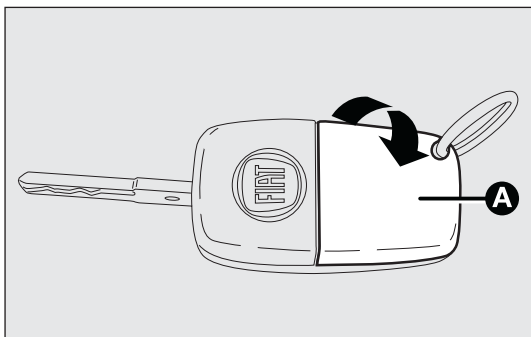

fig. 8
- ouvrir le volet A-fig. 8 fixé par pression en agissant dans le sens indiqué par la flèche ;